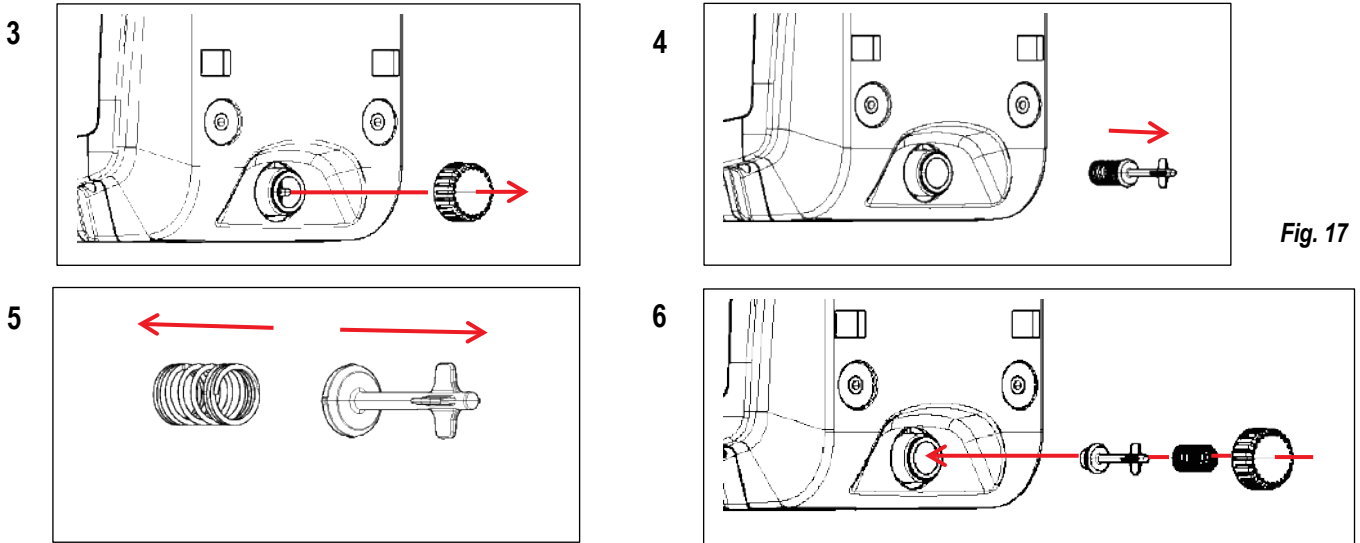

Fig. 17
3. Ta oavsett bort avtappningspluggen. Se till att O-ringen inte kommer bort (Fig. 17).